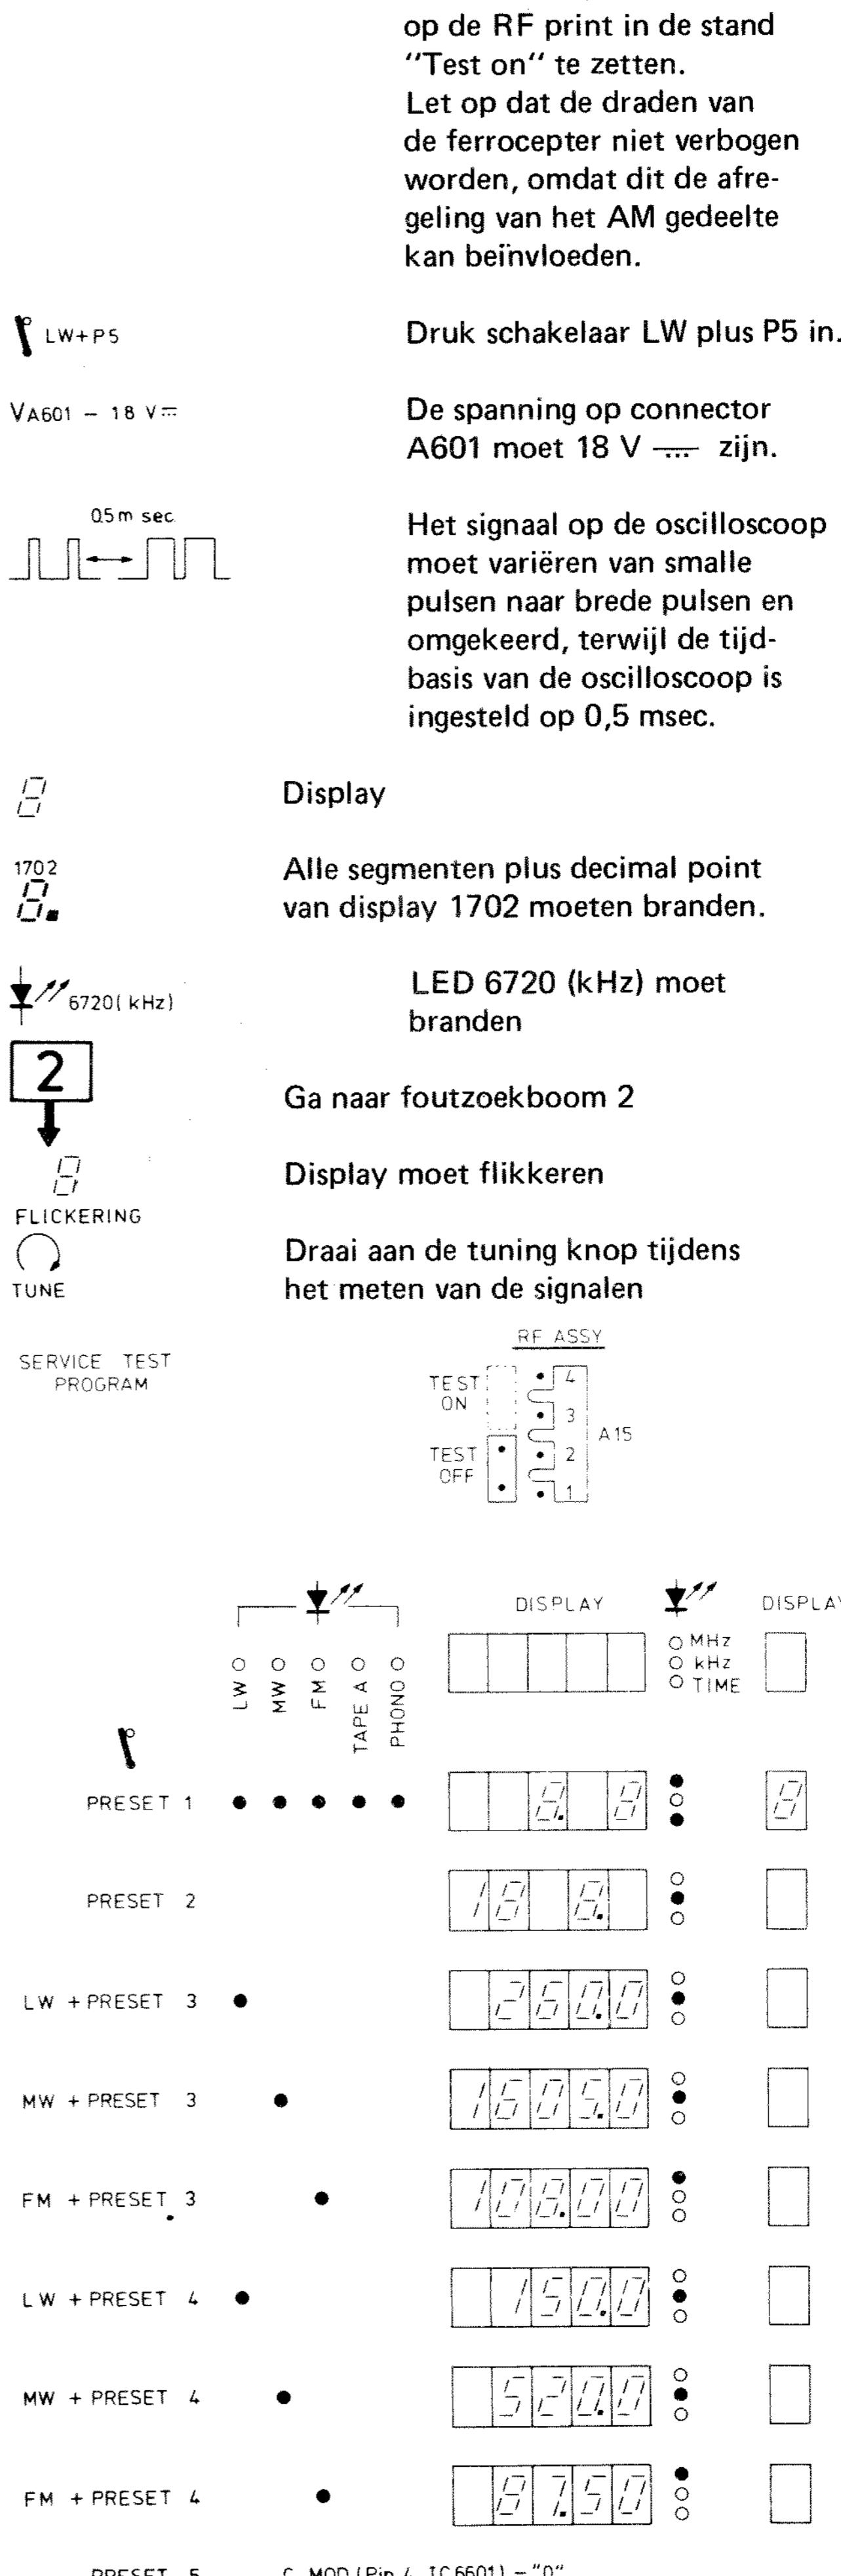

Fig. 23
- In Fig. 23 is het Service Test Programma weergegeven. Wanneer plug A15 (op de RF print) in de stand "Test on" geplaatst wordt, kunnen de verschillende testen met behulp van de presetschakelaars 1...5 worden opgeroepen.